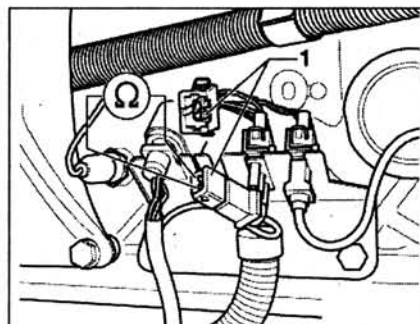

Рис. 3.33. Проверка сопротивления между контактами разъема датчика перемещения иглы форсунки.
2. Отсоедините разъем проводки от датчика 1 (рис. 3.33). Измерьте сопротивление между контактами разъема. **Заданное значение:** 80-120 Ом.